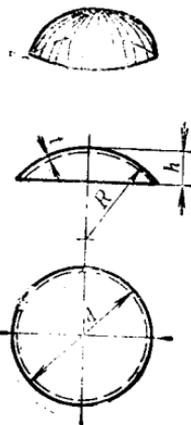

图 7
3. 计算球体封头圆板料的下料直径 D (见图7)。已知: $R = 30 \text{ mm}$, $h = 10 \text{ mm}$, $t = 2 \text{ mm}$ 。